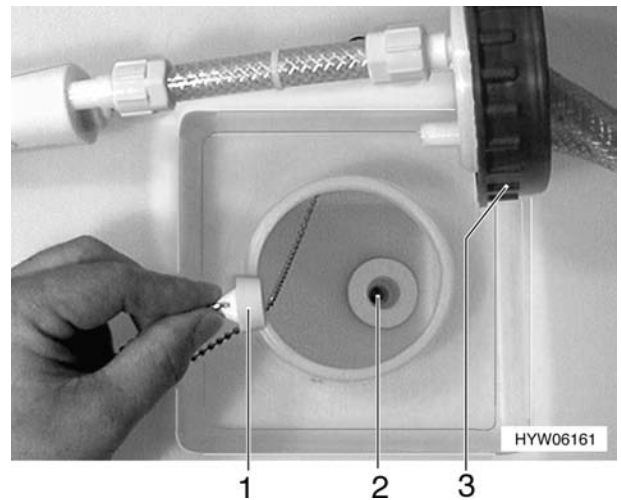

Bild 157 Wassertank, Verschluss-Stopfen
- Ablassöffnung (Bild 157,2) im Wassertank mit beiliegendem Verschluss-Stopfen (Bild 157,1) schließen.
- Verschluss-Stopfen (Bild 157,1) herausziehen.